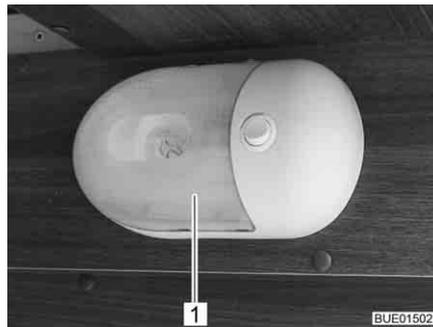

Bild 272 Garagenleuchte
- Transparente Abdeckung (Bild 272, 1) vorsichtig auf beiden Seiten zusammendrücken, leicht vom Schalter wegziehen und nach vorn abnehmen.